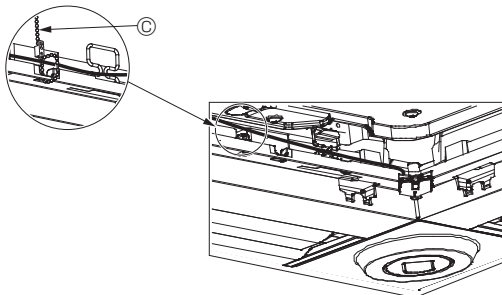

Fig. 10-12
- Fissare i cavi dell'i-See sensor e del ricevitore di segnale al pannello con il dispositivo di attacco come illustrato nello schema, in modo che non siano allentati, quindi tagliare l'estremità in eccesso del dispositivo di attacco. (Fig. 10-12)
- Se la posizione dell'i-See sensor è stata cambiata da "o" (E) a "□" (F), modificare le impostazioni della funzione. (Consultare pagina 114).